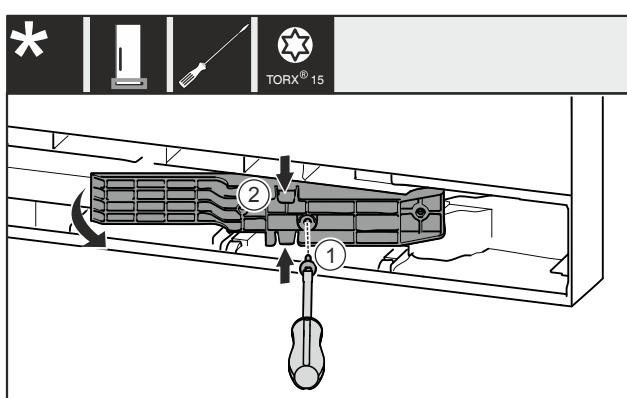

Fig. 12 \*
- ▶ Retire el tornillo Fig. 12 (1).\*
- ▶ Presione suavemente la parte superior e inferior de la pieza adaptadora Fig. 12 (2) y tire de ella.\*